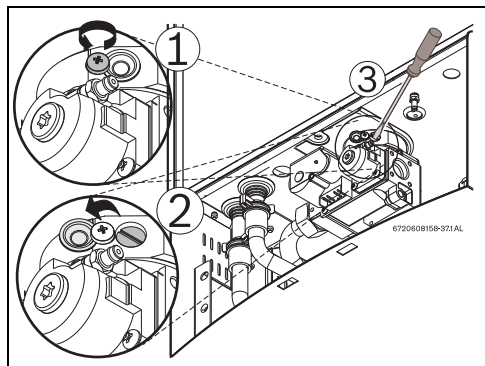

Fig. 50 Ajuste de CO₂ en modo P1
- ▶ Aflojar el tornillo Philips con pintura amarilla de precintado (Fig.50, pos.1) y mover la tapa de protección (Fig.50, pos. 2), de manera a que se haga visible el tornillo de afinación.
- Colocar la tapa de protección en la posición inicial y apretar el tornillo Philips, Fig. 50.